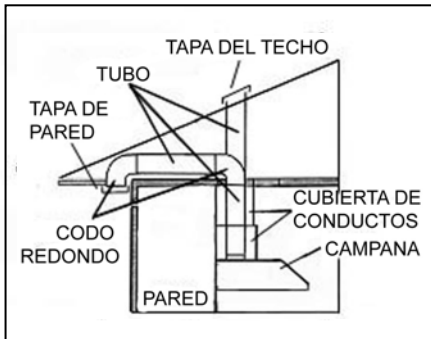

Figura 21
- Decida la ubicación para colocar el conducto de ventilación de la campana hacia el exterior. Consulte la Figura 21